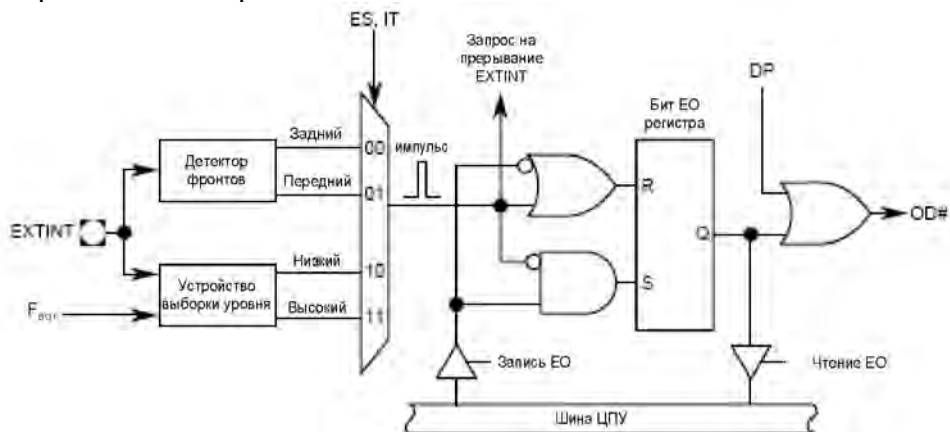

Рисунок 8.3 - Схема защиты
Схема защиты (рисунок 8.3) контролирует вход EXTINT. Когда обнаруживается заданное событие на входе, схема одновременно запрещает выходы и вырабатывает запрос на прерывание EXTINT. Программное обеспечение также может запретить выходы, очистив бит разрешения выходов (OE) в регистре защиты (WG\_PROTECT).